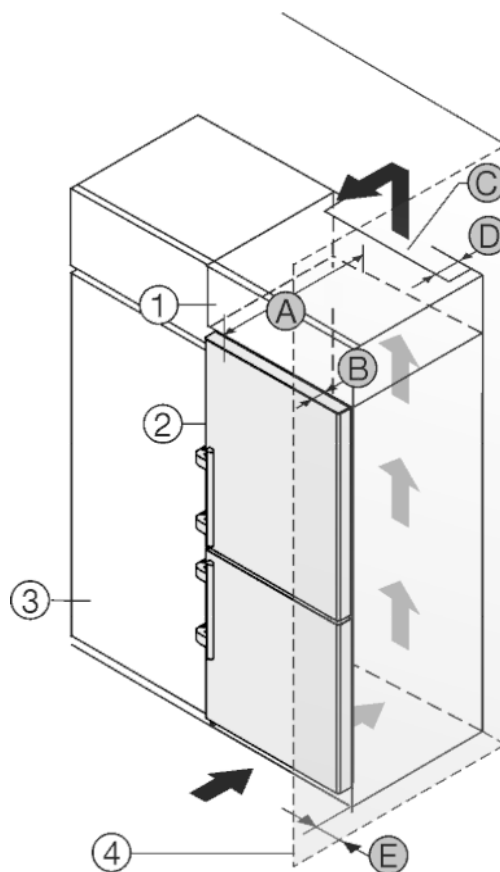

Fig. 12
Пристрій можна комбінувати з кухонними шафами. Для того, щоб пристрій Fig. 12 (2) вирівняти по висоті кухонної секції, на пристрій можна встановити антресольну секцію Fig. 12 (1).
Пристрій можна встановлювати безпосередньо поряд з кухонною шафою Fig. 12 (3). Для повного відкриття дверей пристрій повинен виступати на глибину Fig. 12 (B) відносно передньої панелі кухонної шафи. Залежно від глибини кухонних шаф та використання пристінних розпірок пристрій можна встановити так, щоб він виступав вперед.
- Задня сторона антресольної шафи повинна мати вентиляційний канал глибиною Fig. 12 (D) вздовж всієї ширини шафи.
- Під стелею приміщення слід дотримуватися поперечного перерізу вентиляційного відведення повітря Fig. 12 (C).
Якщо пристрій з шарнірами встановлюється поряд зі стінкою *Fig. 12 (4)*, то між пристроєм та стінкою слід додержуватися відстані *Fig. 12 (E)*. Це відповідає виступу ручки при відкритих дверцятах.